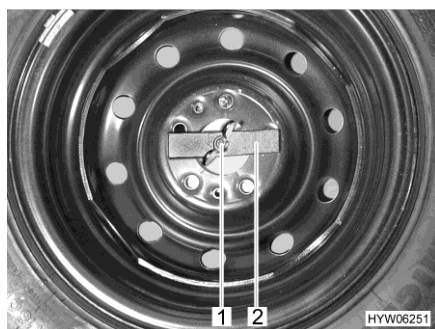

Bild 170 Ersatzrad im Heckstauraum
- Flügelmutter (Bild 170,1) von Hand lösen und abschrauben.
- Druckstück (Bild 170,2) abnehmen.